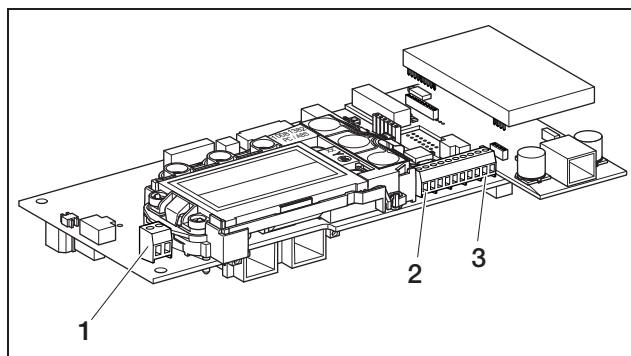

Figura 61: Collegamento scheda di comunicazione II
- Collegare i cavi al morsetto corrispondente (figura 61, posizione 1).
- In base all'assegnazione (tabella 11), collegare i cavi ai morsetti (4, nella figura 61).